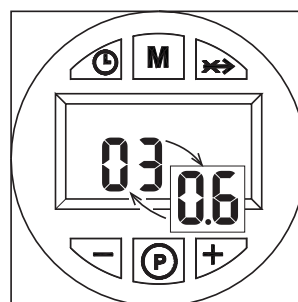

рис. 4
- версия ПО интерфейса пользователя или блока управления (рис. 4)